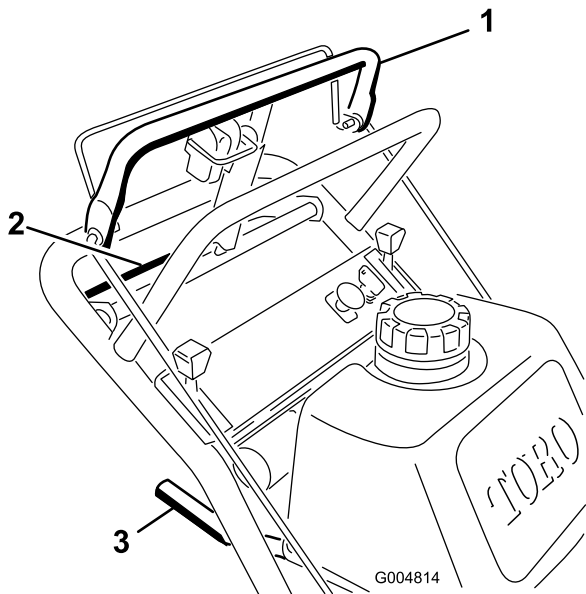
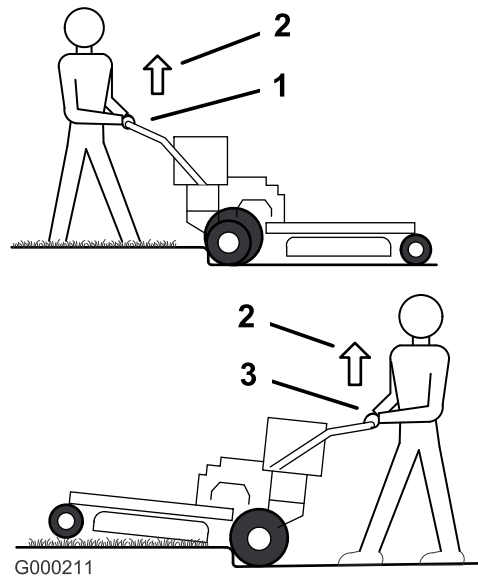

Figura 10
Figura 11
1. Per avanzare, spostate la leva del cambio su una marcia di avanzamento (Figura 10).
3. Spingere lentamente la barra di comando superiore per spostarsi in avanti (Figura 10).
Per spostarvi in linea retta, applicate una pressione identica a entrambi i lati della barra di comando superiore (Figura 10).
Per girare, rilasciate la pressione sul lato della barra di comando superiore che corrisponde alla direzione in cui volete voltare (Figura 10).
3. Per indietreggiare, premete lentamente la barra di comando inferiore contro la maniglia inferiore (Figura 10).
3. Avanzate con la macchina fino a quando le ruote orientabili non toccano il cordolo (Figura 11).
4. Sollevate la parte frontale della macchina spingendo verso il basso la maniglia inferiore (Figura 11).
5. Avanzate con la macchina fino a quando le ruote motrici non toccano il cordolo (Figura 11).
6. Abbassate la parte frontale della macchina (Figura 11).
7. Contemporaneamente, premete la barra di comando inferiore e, afferrata la maniglia inferiore, sollevate la macchina per salire oltre il cordolo (Figura 10 e Figura 11).
3. Indietreggiate con la macchina fino a quando le ruote motrici non toccano il cordolo (Figura 11).
4. Contemporaneamente, premete la barra di comando inferiore e, afferrata la maniglia inferiore, sollevate la macchina (Figura 10 e Figura 11).